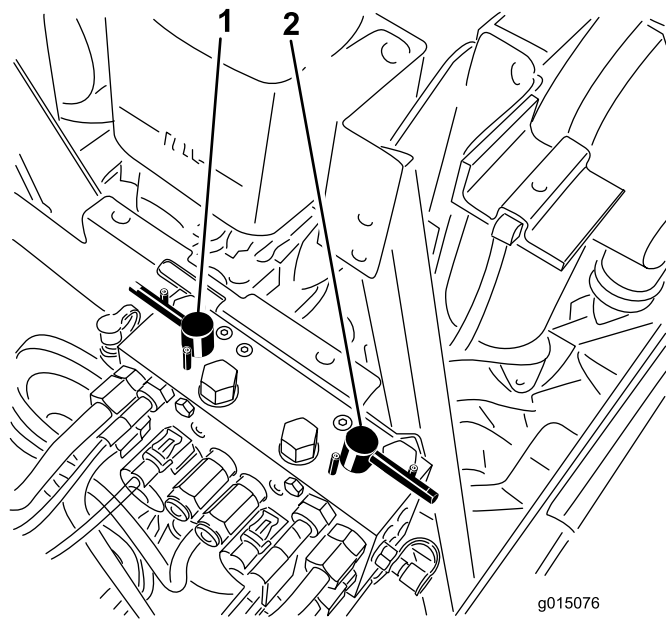

図 120
4. バックラップレバーで、前のカッティングユニット又は後ろのカッティングユニット、あるいは両方を選択する図 120。